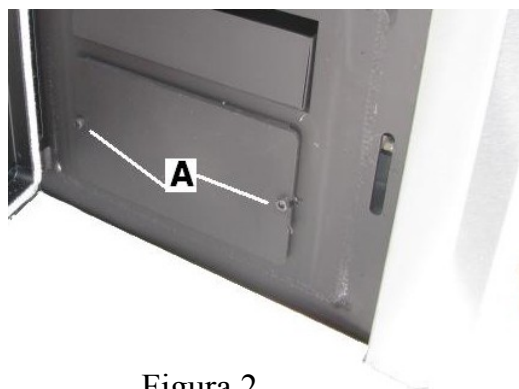

Figura 2
Desaperte os parafusos da tampa de serviço (A) (Figura 2) e terá acesso ao interior onde se depositam cinzas da combustão e da limpeza, remova as cinzas com um aspirador apropriado. Esta operação deverá ser feita com o aparelho desligado á mais de 8 horas, para não correr o risco de aspirar cinzas ainda incandescentes. No final da limpeza volte a apertar a tampa de serviço e certifique-se que está bem fechada.